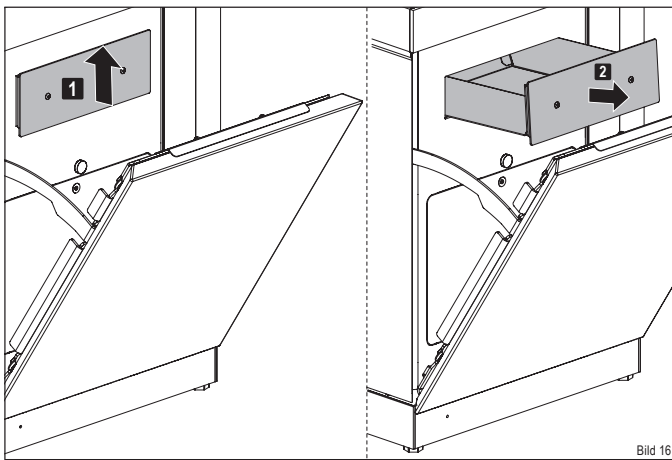

Bild 16
- ▶ Ziehen Sie den Aschebehälter an der Abdeckung aus der Öffnung heraus (Bild 16).
- ▶ **Ziehen Sie den Aschebehälter an der Abdeckung aus der der Öffnung heraus (Bild 16).**
- ▶ **Schieben Sie den Aschebehälter wieder in die Öffnung (Bild 16).**